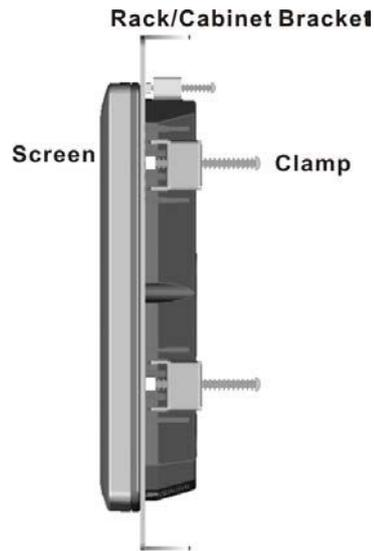

Abbildung 4-18: Befestigung im Halterahmen
Schritt 3: Ziehen Sie die Schrauben der Montageklammern an, bis der Touch Panel PC fest im Halterahmen sitzt (**Abbildung 4-18**).